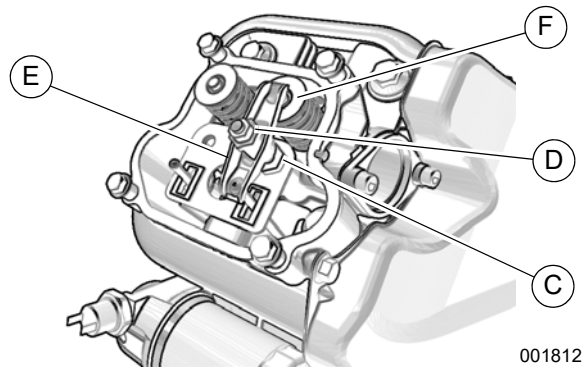
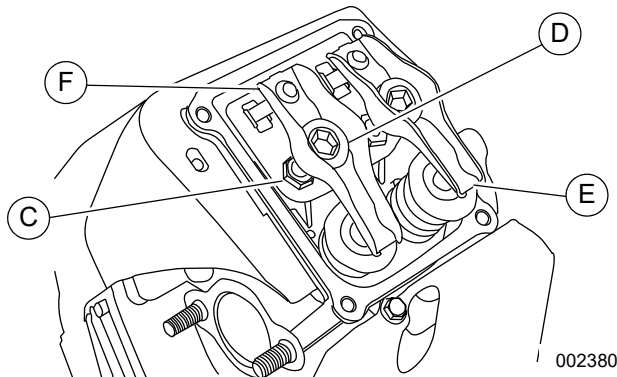

Figure 4-6. Réglage du jeu de soupapes(9 kW)
Figure 4-7. Réglage du jeu de soupapes(11-22 kW)
6. Voir la **Figure 4-6** ou la **Figure 4-7**. À l'aide d'une jauge d'épaisseur, vérifiez le jeu des soupapes entre chaque culbuteur (E) et la tige de soupapes (F).
Voir la **Figure 4-6** ou la **Figure 4-7**. Pour procéder au réglage du jeu de soupapes, appliquez la procédure suivante :